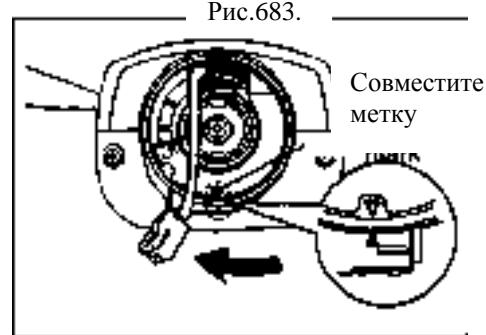

Рис.683.
- d. Затем поверните кабель по часовой стрелке на 2.5 оборота для совмещения меток (рис.683.).